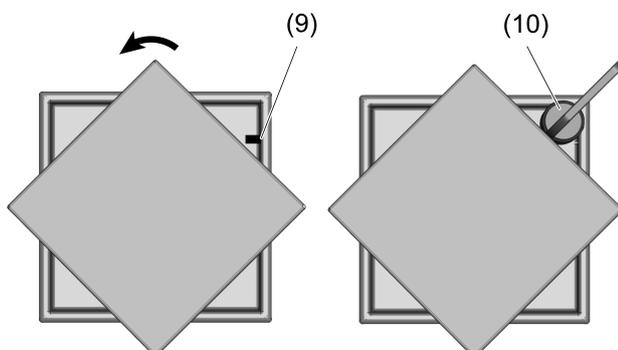

Bild 6: Lichtaufsatz demontieren
- Lichtaufsatz um 45° drehen, um die Markierung (9) frei zu legen (Bild 6).
- Magnet (10) auf Höhe der Markierung (9) auf die Abdeckung aufsetzen bis ein Klicken zu hören ist.